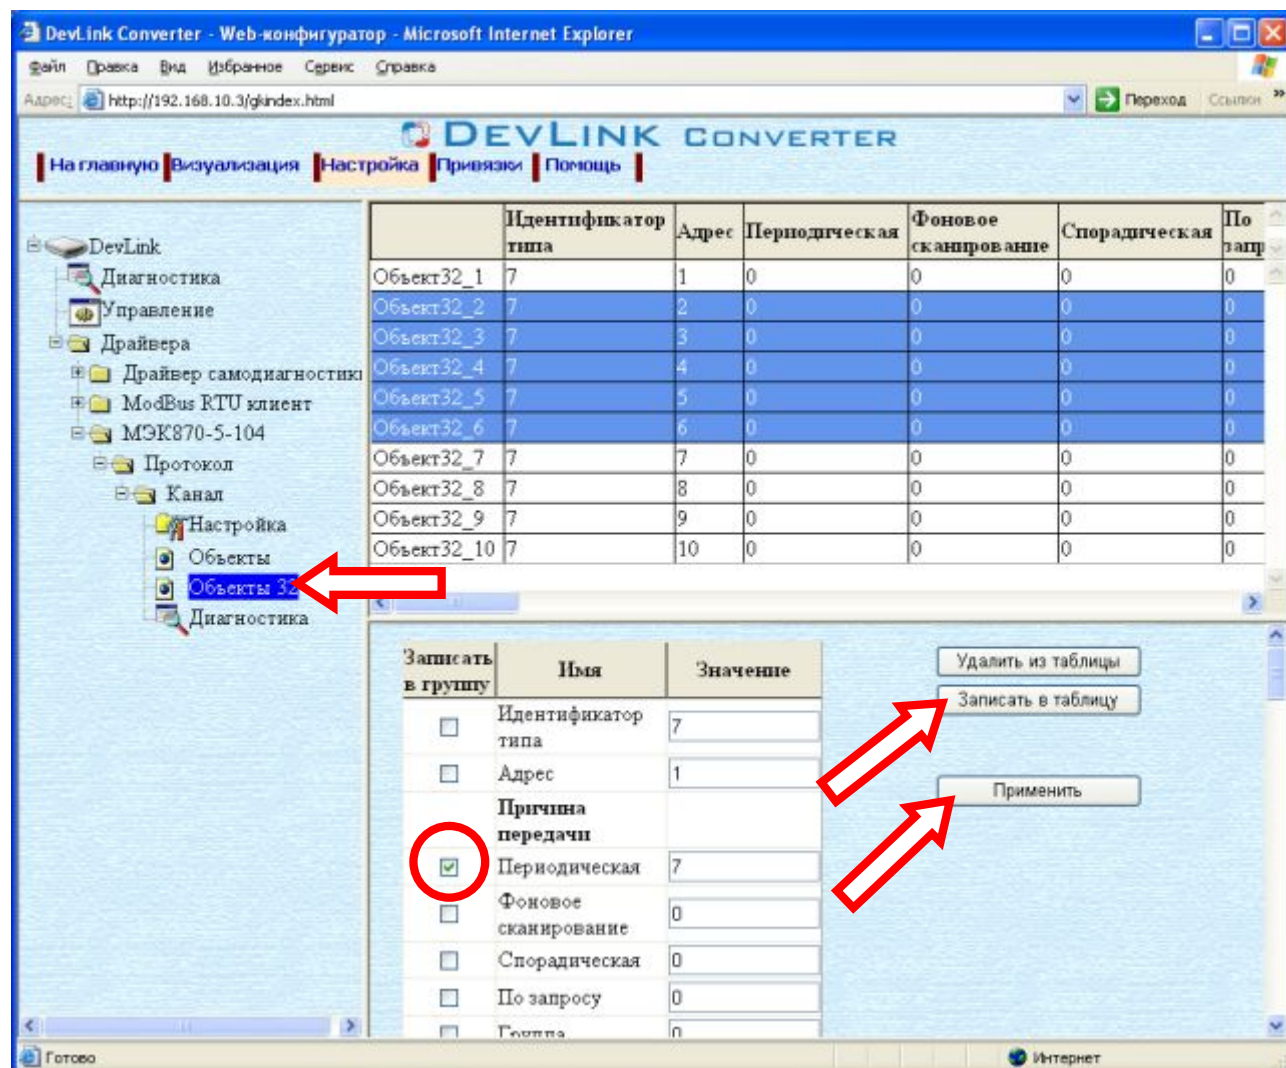

Рисунок 3.6 – Настройка объекта информации Строка 32 бита
Параметр настройки объекта информации (рисунок 3.6):
- Выберите в дереве лист **Объекты 32** (рисунок 3.6). В результате в верхней части правого фрейма конфигуратора появится таблица, содержащая список существующих объектов и в нижней части – соответствующие элементы управления